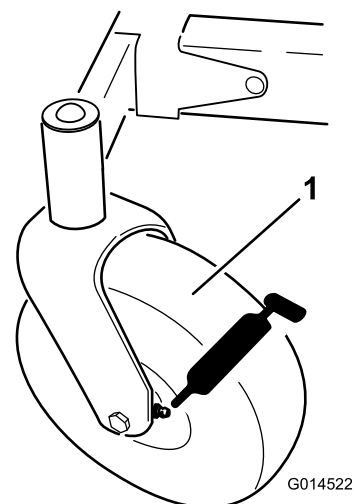
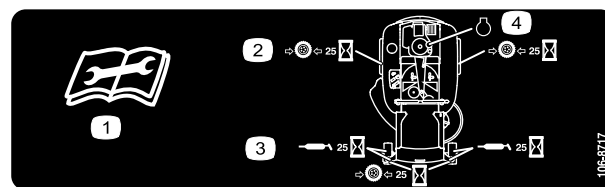

Figura 34
Figura 35
3. Limpie con un trapo los puntos de engrase (Figura 34) y (Figura 35). Asegúrese de raspar cualquier pintura que hubiera sobre los puntos de engrase.
4. Conecte una pistola de engrasar a cada punto de engrase (Figura 34 y Figura 35). Bombee grasa hasta que empiece a rezumar grasa de los cojinetes.